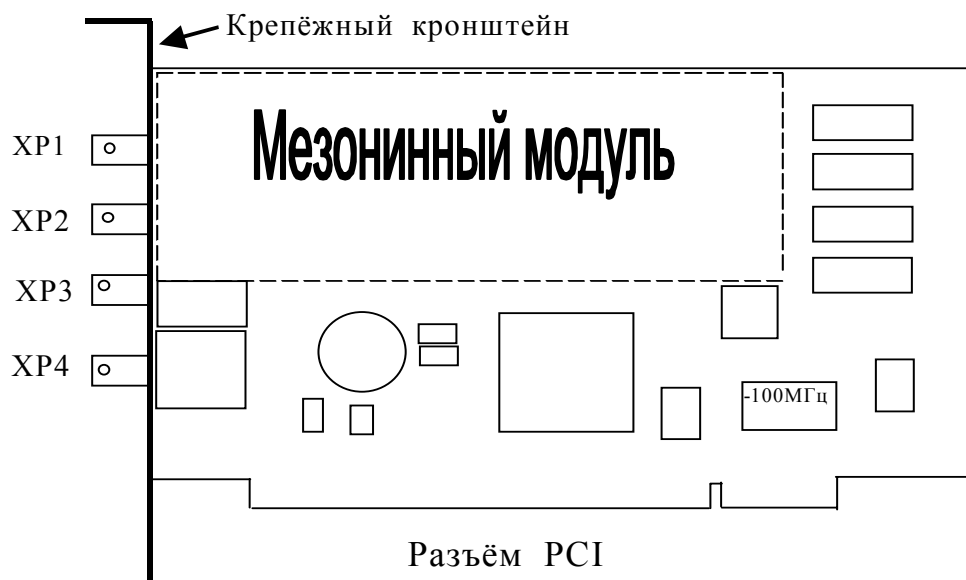

Рис. 4.1. Схема расположения разъемов.
4.2.6. Для предотвращения выхода из строя платы ГСПФ-052 на входные разъемы необходимо подавать сигналы с параметрами, указанными в таблице (Таблица 4. 1). Расположения разъёмов указано на рисунке (Рис. 4.1).